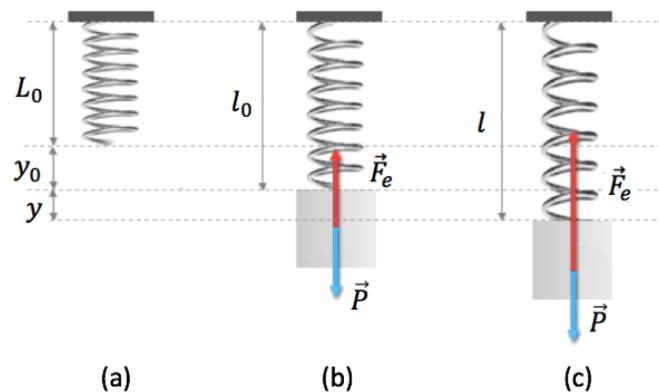

Figura 1: Representación esquemática de un cuerpo suspendido verticalmente del extremo de un resorte.
Para la situación de la Figura 1 planteada en (c), el resorte se aparta voluntariamente de su posición de equilibrio y la fuerza elástica hará que la masa total suspendida  $M$  comience a oscilar, realizando un movimiento armónico simple (MAS) en torno a la posición de equilibrio dada por (3).